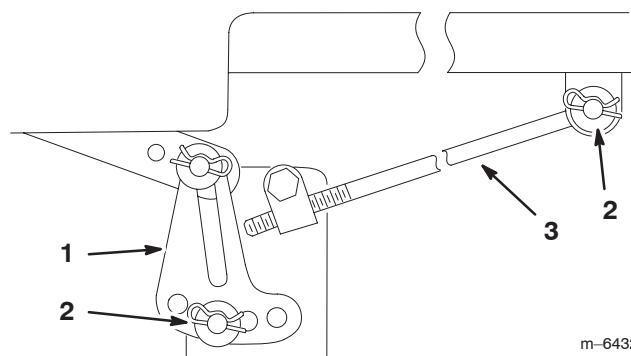

Figure 44
Remarque : Avant de déposer le plateau de coupe, notez les trous de fixation des pattes de mise à niveau (Fig. 44).
5. Retirez la goupille fendue et la rondelle de la tige de réglage (Fig. 44) de chaque côté du plateau de coupe.
6. Enlevez la goupille fendue et la rondelle des pattes de mise à niveau (Fig. 44) de chaque côté du plateau de coupe. Notez le trou de montage de la patte de mise à niveau en prévision de la repose. Dégagez les pattes de l'axe de montage.
5. Fixez la tige de réglage avant à la machine à l'aide de la rondelle et de la goupille fendue (Fig. 44) de chaque côté du plateau de coupe.
6. Glissez les pattes de mise à niveau sur les axes de montage et fixez-les à l'aide des rondelles et des goupilles fendues (Fig. 44).